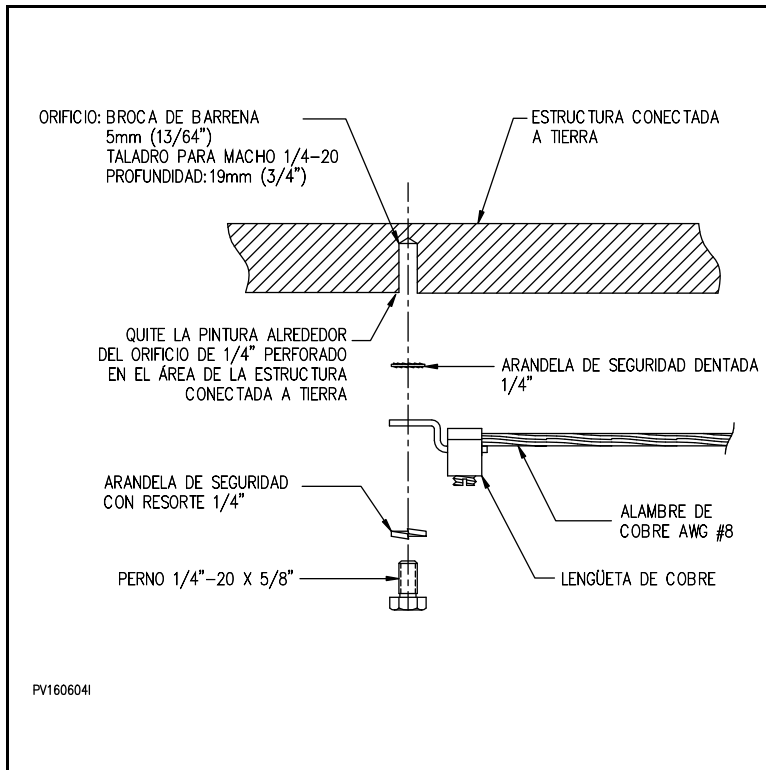

Figura 9
2. Sujete el alambre de cobre AWG #8 a la estructura de acuerdo a la figura 9.